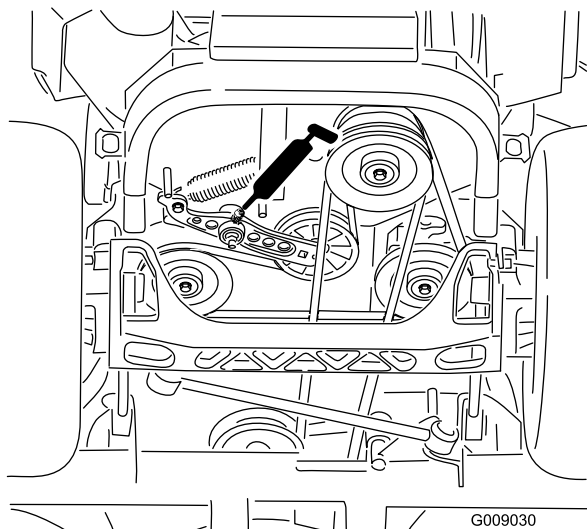

Figura 45
5. Engrase el brazo tensor de la correa de transmisión (Figura 45).